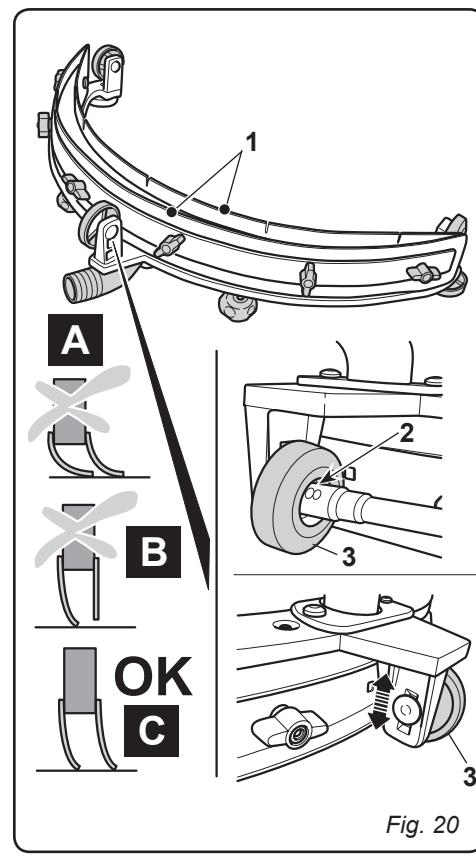

Fig. 20
11.1.g - Regulación incidencia del limpiador (Fig. 20)
- Controlar la incidencia de los cauchos (1) en el suelo.
(Fig. 20)**